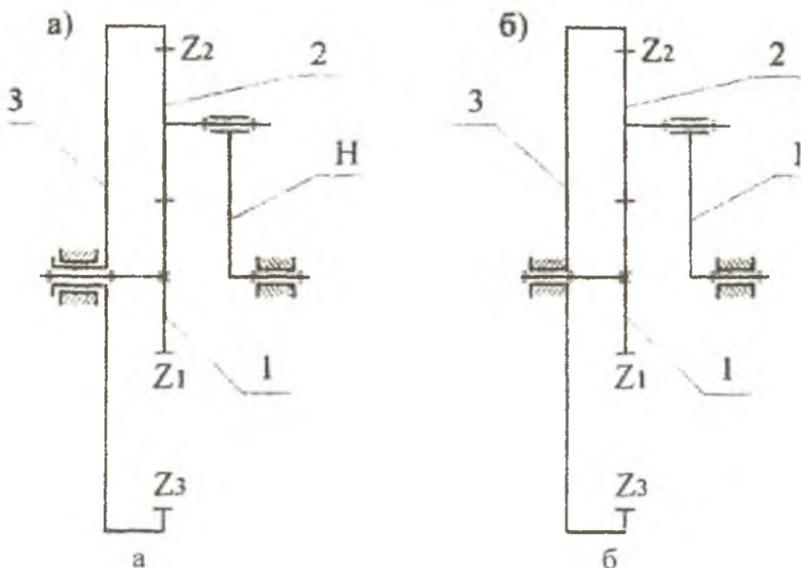

Рис. 7
Зубчатые механизмы, имеющие колеса, оси которых перемещаются в пространстве, называются *сателлитными* (рис. 7, а, б). Колеса 1 и 3 (рис. 7, а), вращающиеся вокруг неподвижной центральной оси, называются *центральными*, а колесо 2, ось которого перемещается в пространстве, называется *сателлитом*.
Сателлитные механизмы с двумя и более степенями свободы называются *дифференциальными* (рис 7, а), а с одной степенью свободы *планетарными* (рис. 7, б).
Зависимость между угловыми скоростями звеньев может быть определена при помощи *метода обращения движения*. Суть его заключается в том, что всем звеньям механизма сообщается дополнительное вращение с угловой скоростью, равной по величине угловой скорости вращения водила, но противоположной по направлению ($-\omega_H$). При этом водило мысленно останавливается, и механизм превращается в *обращенный*, в котором оси всех колес неподвижны. Новые угловые скорости звеньев в обращенном движении равны $\omega_1 - \omega_H$, $\omega_2 - \omega_H$, $\omega_3 - \omega_H$, $\omega_H - \omega_H = 0$ (рис. 7, а).
Формула (5) называется формулой Виллиса, где для конкретного механизма (по рис. 7, а) $i_{13}^{(H)} = -\frac{z_3}{z_1}$.
Формулу для передаточного отношения планетарного механизма (рис. 7, б) можно получить из выражения (5), если принять в нем $\omega_3 = 0$. После преобразования получим
Для дифференциального механизма (рис. 7, а) имеют